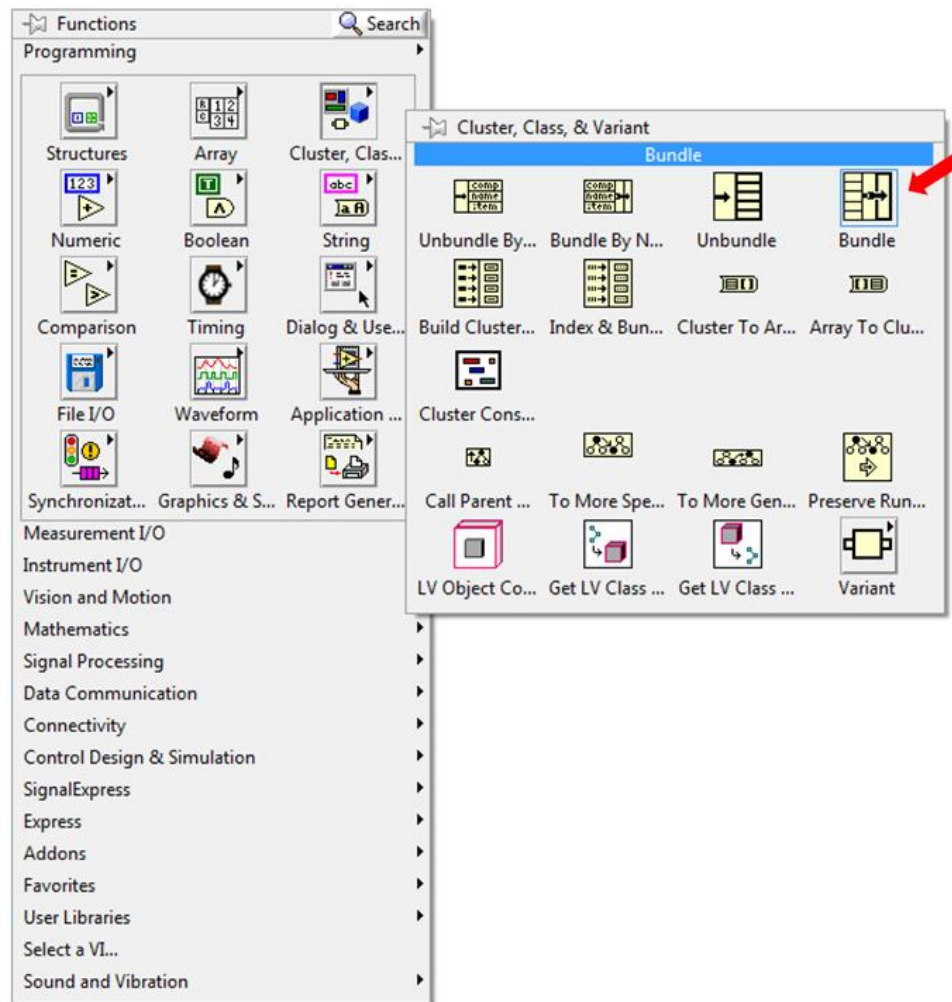

Figura 42. Use a função Bundle para combinar os elementos que você precisa para criar o gráfico.
23. Para criar o gráfico, você precisará agrupar os valores em um cluster (um cluster é uma forma de agrupar elementos de diferentes tipos de dados, que estão fora do escopo dessa aula, mas são integralmente abordados no treinando sob demanda). Clique com o botão direito no diagrama de blocos e selecione **Programming»Cluster, Class & Variant»Bundle**, como na figura 42.